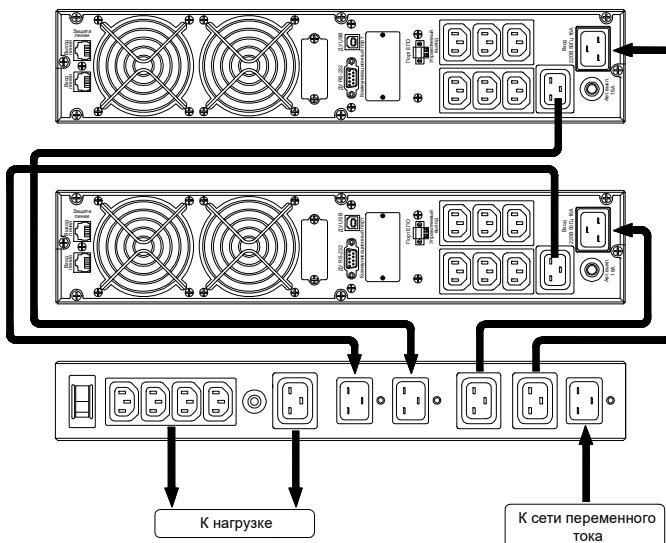

Рисунок 4 – Подключение модуля RBS 3К-220V
7.1.5 Подключение сети переменного тока, ИБП и нагрузки к модулю следует производить в следующей последовательности (рисунок 4):